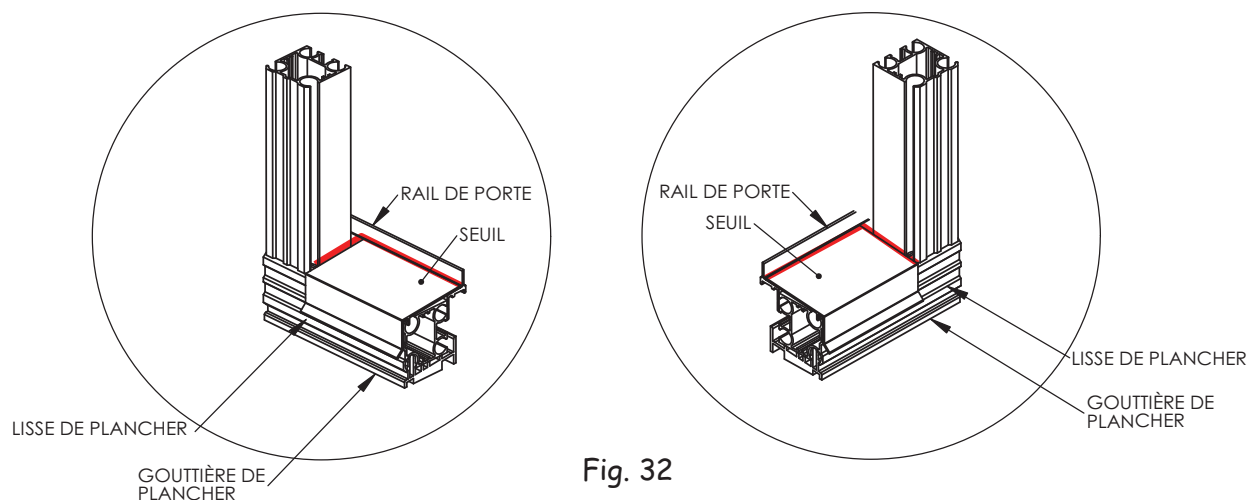

Fig. 32
3) Enlever l'excédent de scellant avec votre doigt et refaire un joint par-dessus le seuil au besoin (fig. 32).